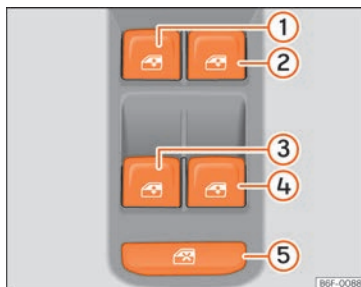

Fig. 147 Dettaglio della porta del conducente: comandi per i finestrini.
Mediante l'interruttore di sicurezza » » **fig. 147**  nella porta del conducente si possono disattivare gli alzacristalli delle porte posteriori.
I tasti » fig. 147 ①, ②, ③ e ④ hanno due livelli per l'apertura e due per la chiusura dei finestrini. In questo modo è più facile eseguire le operazioni di apertura e chiusura.